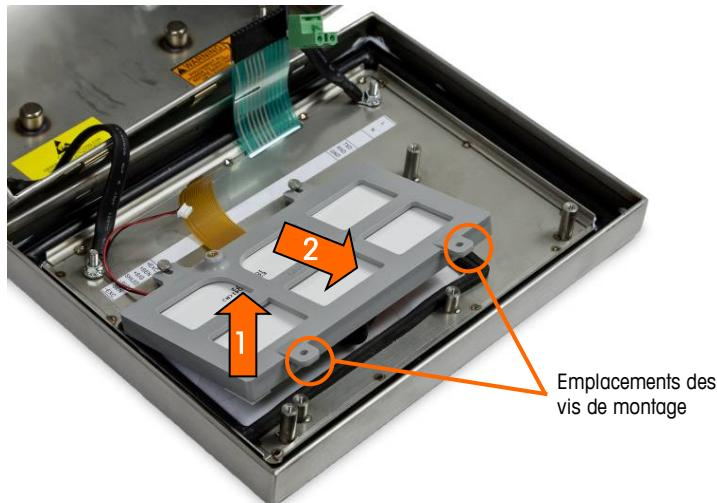

Figure 5-16 : Vis de montage du module de l'afficheur
4. Connectez un câble série configuré comme sur la Figure 5-16 depuis le PC vers le terminal.